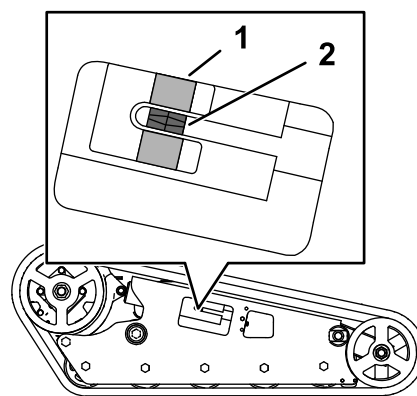

Bild 58
Stellen Sie sicher, dass der Spannblock mit der grünen Führung auf dem Aufkleber ausgefluchtet ist, oder dass der Block 1,3 cm von der Rückseite des Spannungsrohrschlitzes entfernt ist (Bild 58).
4. Drehen Sie die Spannschraube mit einer Ratsche ($\frac{1}{2}$ "), bis der Spannblock mit der grünen Führung auf dem Aufkleber ausgefluchtet ist, oder er 1,3 cm von der Rückseite des Spannungsrohrschlitzes entfernt ist (Bild 58).
8. Stellen Sie sicher, dass sich der Spannblock an beiden Ketten an der grünen Führung auf dem Aufkleber ausgerichtet ist, oder dass er 1,3 cm von der Rückseite des Spannungsrohrschlitzes entfernt ist (Bild 58). Stellen Sie sie bei Bedarf ein.